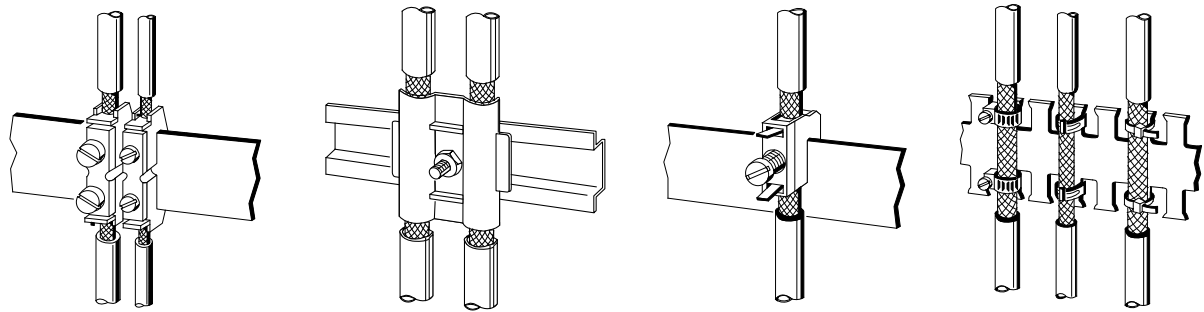

Bild 3.43 Befestigen von geschirmten Leitungen mit Kabelschellen und Schlauchbindern
- Benutzen Sie zur Befestigung der Schirmgeflechte Kabelschellen aus Metall. Die Schellen müssen den Schirm großflächig umschließen und guten Kontakt ausüben (→ Bild 3.43).